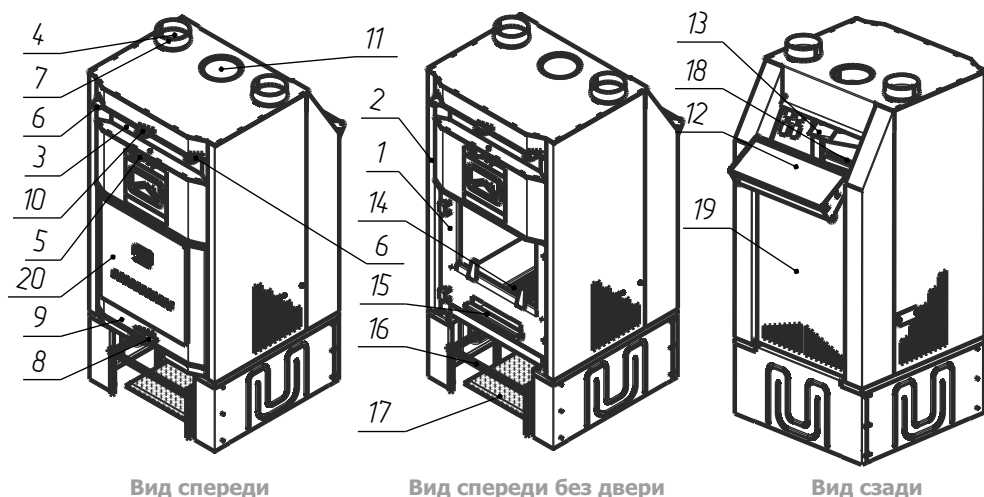

Рис. 1. Общий вид камина «Сиеста-18»
Основные конструктивные элементы камина показаны на рис. 1.
1) Перед сборкой необходимо удалить все дополнительные принадлежности из ящика зольника, топки и каменки. Снять Дверь (поз. 9 рис. 1), извлечь Ящик зольника (поз. 15 рис. 1) и Колосник (поз. 14 рис. 1), демонтировать Дверь каменки (поз. 12 рис. 1) сняв стопорные шайбы с оси Двери каменки, снять Панель заднюю (поз. 19 рис. 1) поднятием вверх.
7) При необходимости установите Защитный экран (поз. 20 рис. 1) вставив зацепы экрана в прорези расположенные в верхней части Двери (поз. 9 рис. 1) и сдвиньте экран в право до упора.